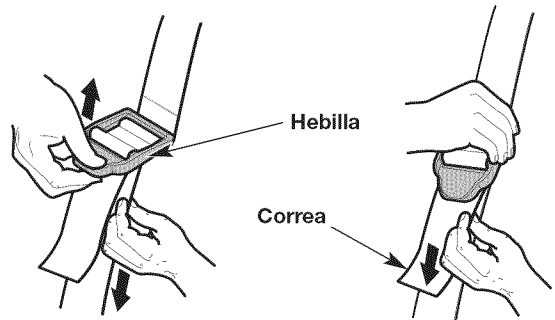

Fig. 5
6. Ajuste la correa de hombro para adecuarla al operador (Fig. 5). Tire de la hebilla hacia arriba para aflojar la correa. Tire de la correa hacia abajo para ajustarla.